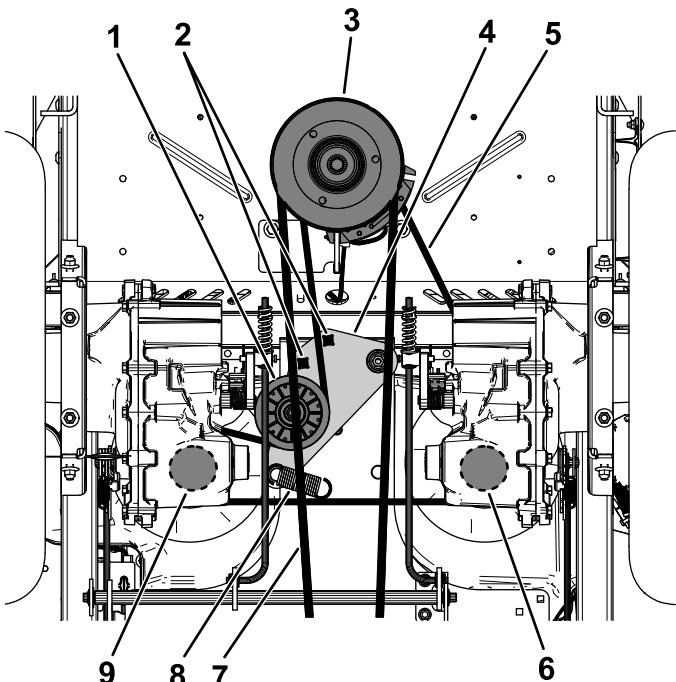

Рисунок 62
- Вставьте ключ с храповым механизмом на $\frac{1}{2}$ дюйма или монтировку в одно из квадратных отверстий рычага натяжного ролика, чтобы снять натяжение с пружины натяжного ролика (Рисунок 62).
- Снимите имеющийся ремень с натяжного ролика, 2 шкивов привода гидравлических насосов и шкива двигателя (Рисунок 62).
- Проложите новый ремень вокруг натяжного ролика, шкива двигателя и 2 шкивов гидравлических насосов (Рисунок 62).